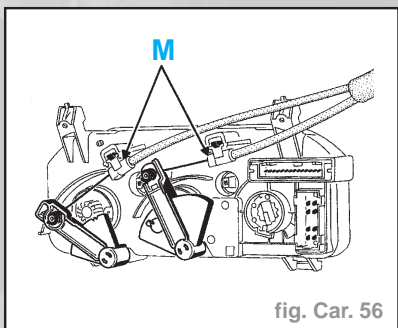

fig. Car. 56
- Placer les arrêts de gaines (M) (fig. Car. 56).